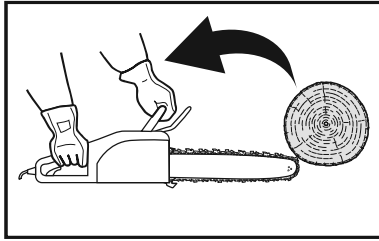

Fig. 20
Em alguns casos, o contacto com a ponta da guia (13) pode provocar uma reação inversa extremamente rápida, o que resulta no movimento da guia para cima e para trás em direção ao utilizador (Fig. 20, 21, 22).